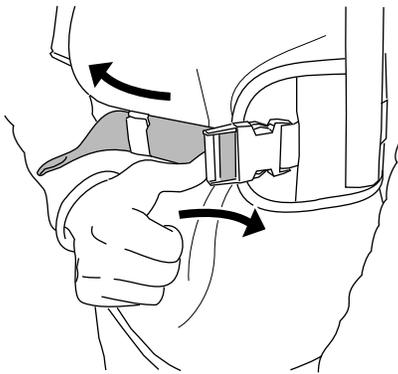

Figure 14
7. Si la ceinture est trop serrée, poussez le dispositif de réglage vers le côté pour l'allonger (Figure 14).
8. Si la sangle de poitrine est trop serrée, poussez le dispositif de réglage vers le côté pour l'allonger (Figure 14).